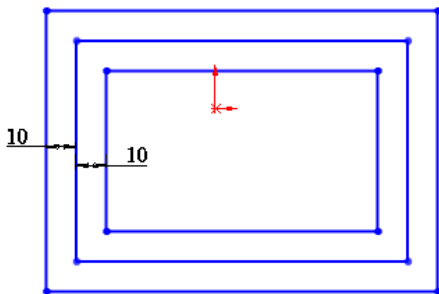

图 2-24 等距实体(双向)效果
4) 如果选择了“双向”单选按钮，则会在两个方向上生成等距实体，如图 2-24 所示。